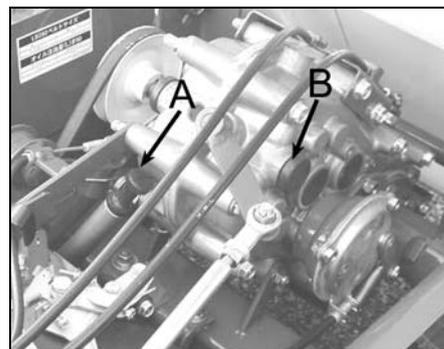

Figure 11(LS280)
Reportez-vous au manuel du propriétaire du moteur livré avec la machine. Vérifier le niveau d'huile sur la jauge (A, figure11, 12).
2. Retirez le bouchon huilage (B figure11) à la hausse de l'affaire de transmission.